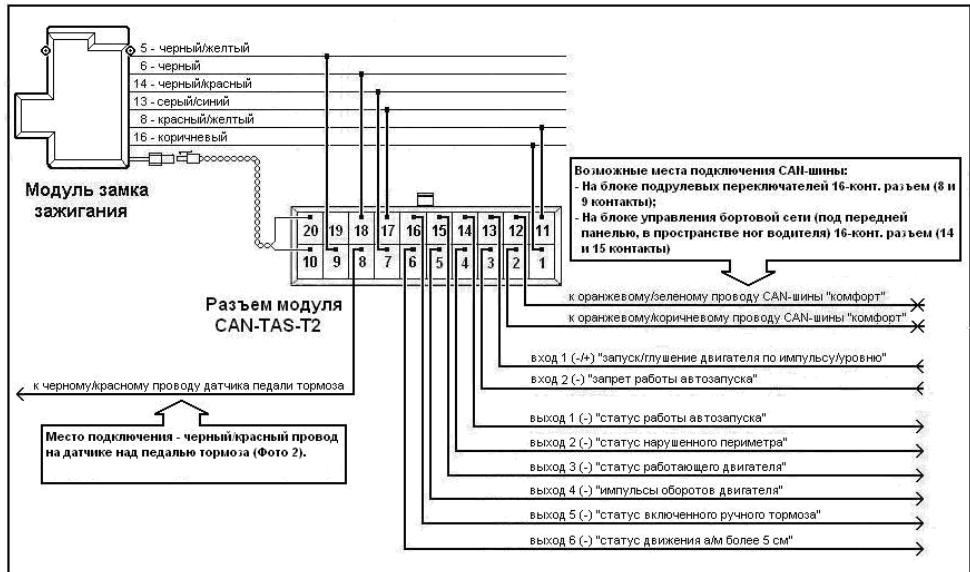

Рис. 2. Схема подключения модуля CAN-TAS-T2 на AUDI A4, A5, Q5
- Скоммутируйте провода разъема модуля согласно схемы подключения (Рис.2).